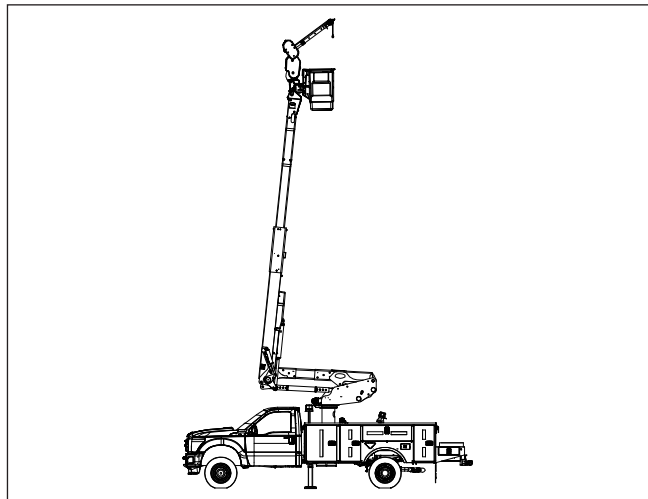

Figura 4.18 — Posición A
6. Coloque la pluma como se muestra en la Figura 4.18.
7. Configure el indicador de carátula en cero con las plumas en la posición que se muestra en la Figura 4.18.